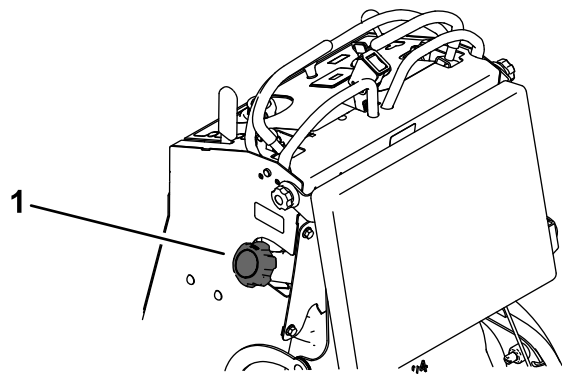

Figure 29
3. Nettoyez la surface autour du bouchon du réservoir de carburant pour éviter que des débris ne tombent à l'intérieur du réservoir (Figure 29).
6. À l'aide du siphon, vidangez le carburant dans un bidon propre (Figure 29).